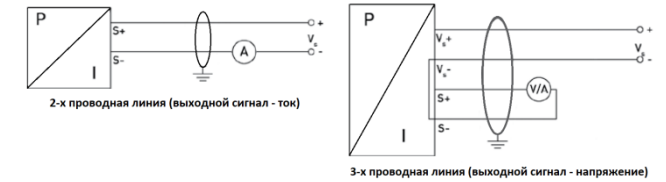

Рисунок 4. Схемы подключения.
4.9. Цепи датчика подключаются через разъемы в соответствии с электрическими схемами подключения (см. рис. 4., таб. 4.) или встроенным в датчик кабелем, согласно цветовой маркировке проводов кабеля (см. таб. 3.).